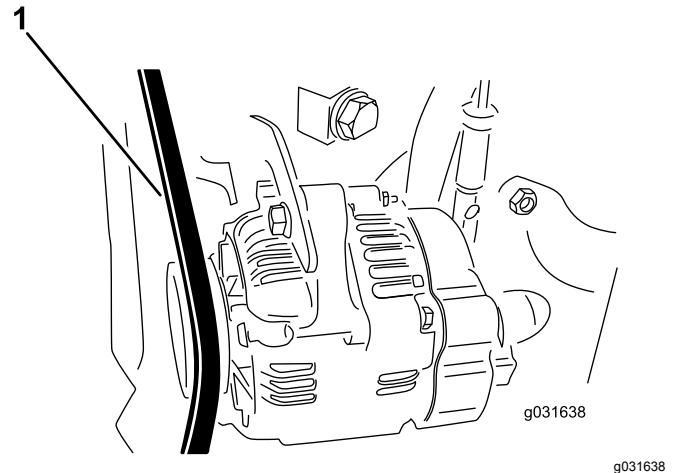

图 62
2. 向交流发电机皮带的两个皮带轮中间位置施加 30N 的力量图 62。